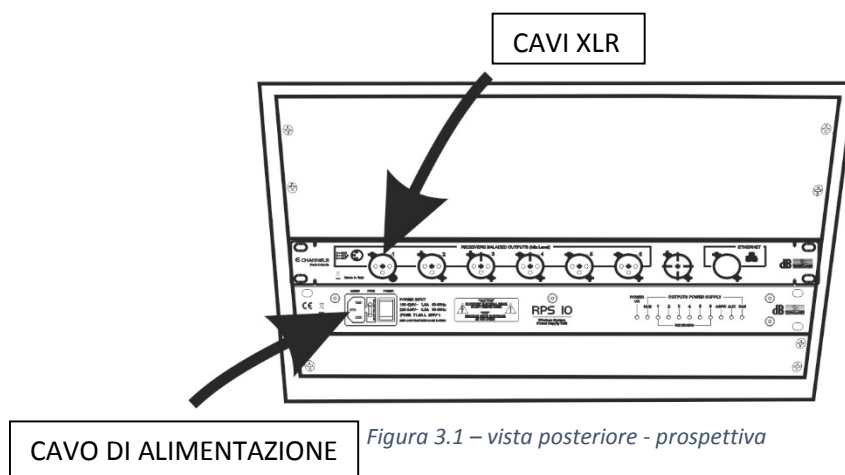
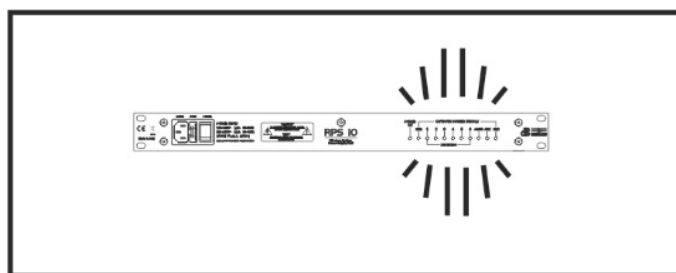
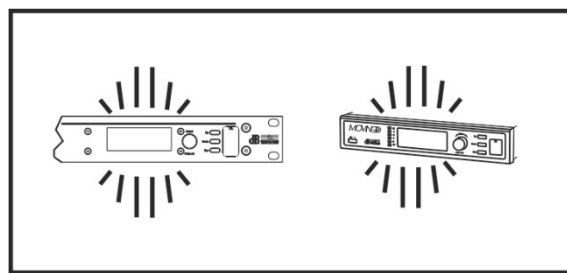

Figura 3.1 – vista posteriore - prospettiva
Figura 3.2
Figura 3.3
- 3 Connettere il cavo di alimentazione e i cavi XLR sul retro del rack come mostrato dalla figura 3.1. Osservare che i led del modulo RPS10 si accendono e scorrono per qualche secondo, come da figura 3.2, e che i display dei moduli HUB800 e MOVING D si accendono come da figura 3.3. Fare riferimento ai manuali dell'RPS10 e del MOVING D per ogni ulteriore approfondimento.